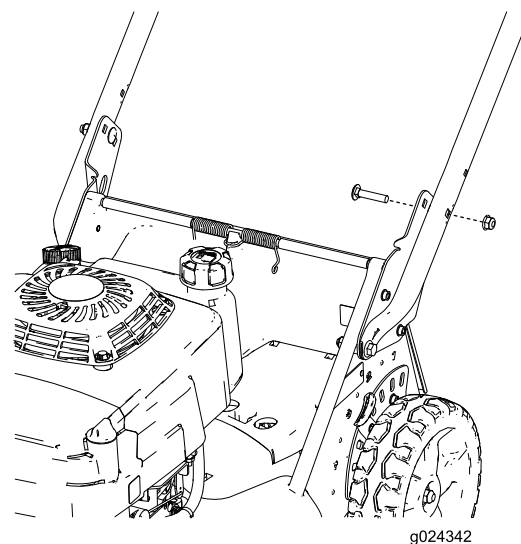

**Figura 4**
4. Sistematevi dietro la macchina in posizione di guida per determinare l'altezza della stegola più adatta a voi (Figura 4).